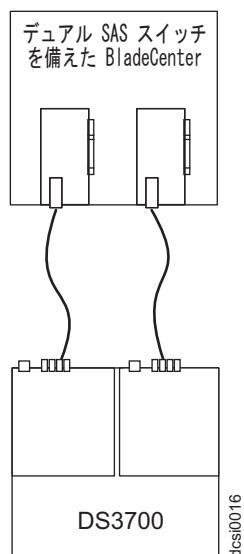

図 44. 1 台の BladeCenter ユニットに接続された DCS3700 の例
2. 予備のホスト接続を作成するには、2 番目の SAS 接続モジュールから、DCS3700 の他のコントローラーのホスト・コネクタに SAS ケーブルを接続します。デュアル・コントローラー DCS3700 で作成できる冗長ホスト接続の数は最大 2 つだけです。71 ページの図 44 に示すように、BladeCenter から DCS3700 コントローラーのホスト・ポートごとに 1 つの接続を行います。